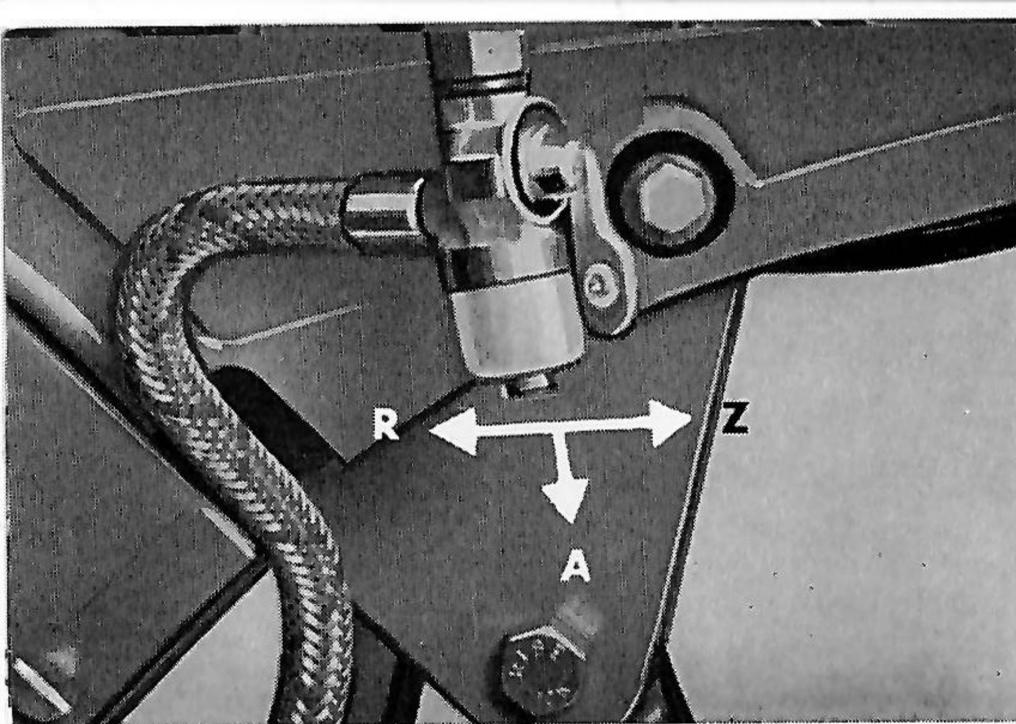

Bild 8
- 12 = Kraftstoffhahn (verdeckt, s. Bild 8)
Kraftstoffhahn (Bild 8)
Kraftstoffhahn (Bild 8) schließen (Stellung Z). Zündung durch den Zünd-/Lichtschalter (3/3) abstellen.